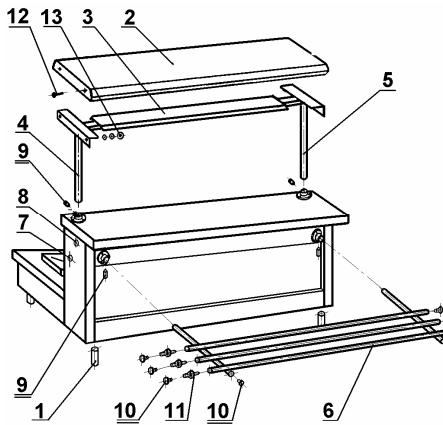

Рис. 4
6.5 Схема сборки мarmита приведена на рис. 4.